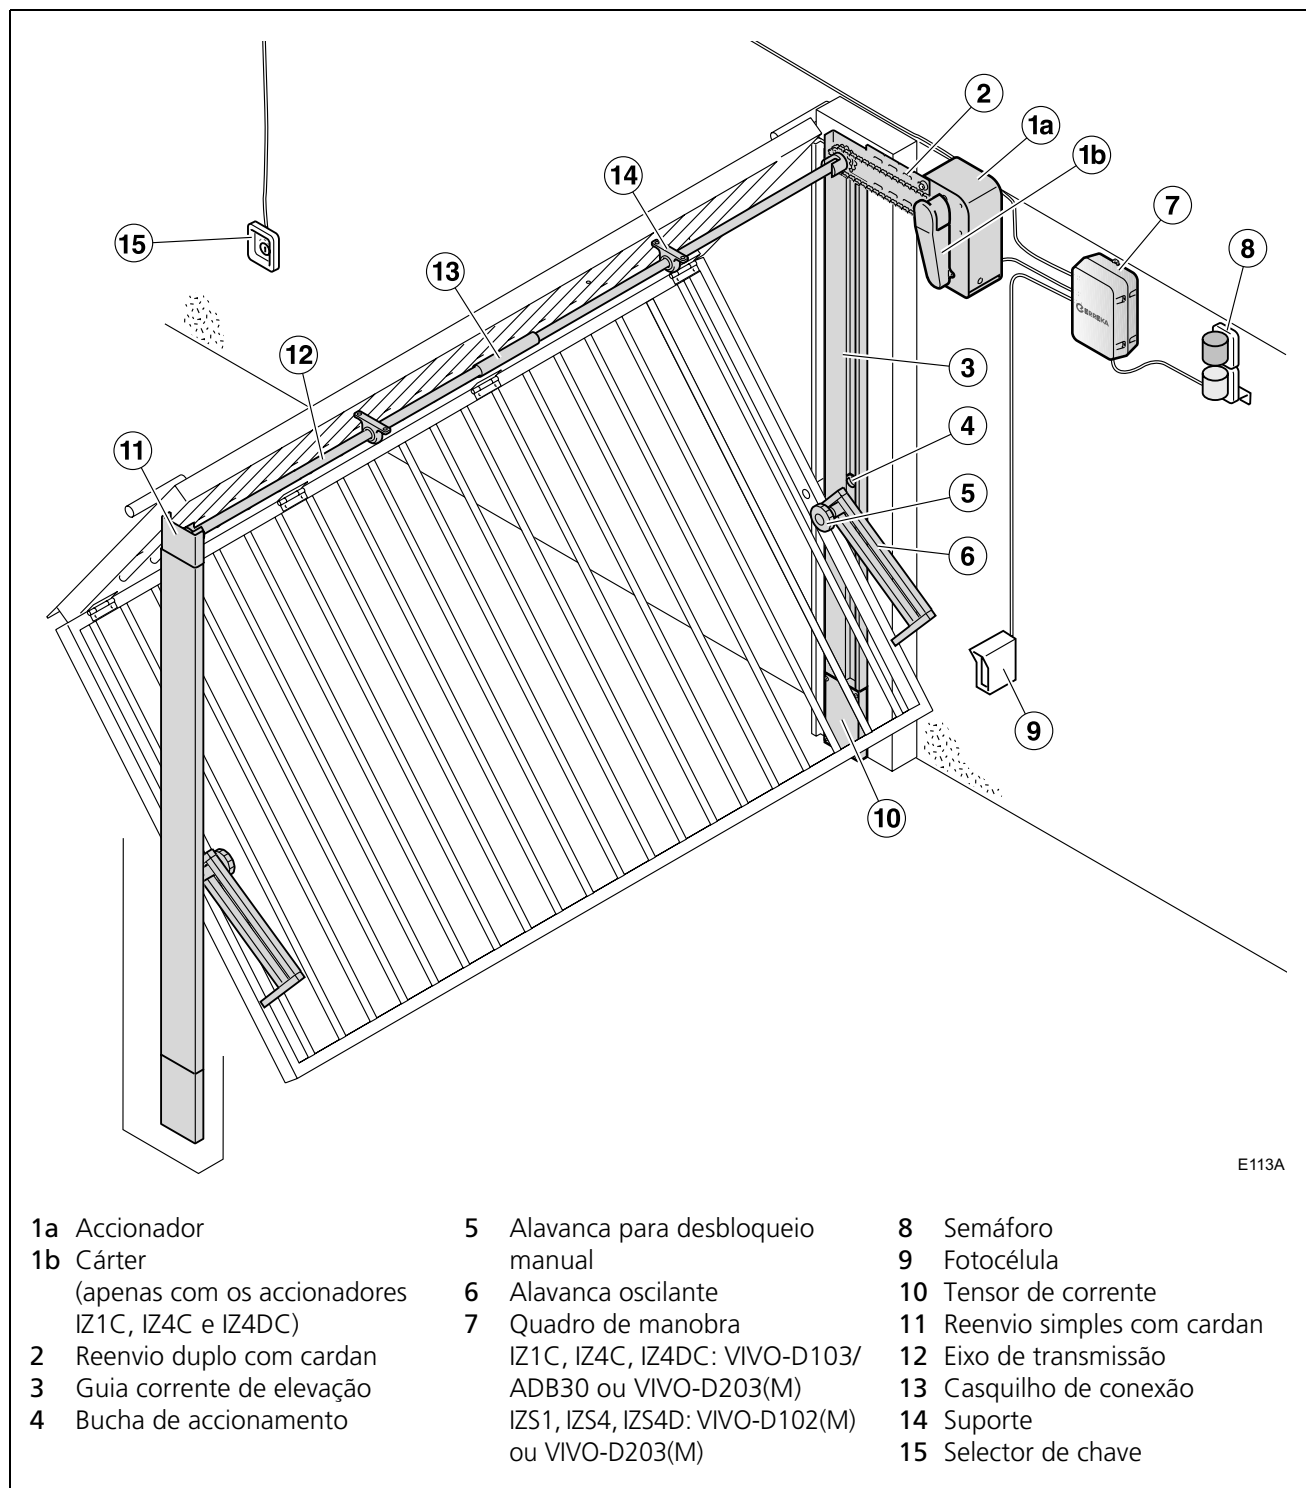
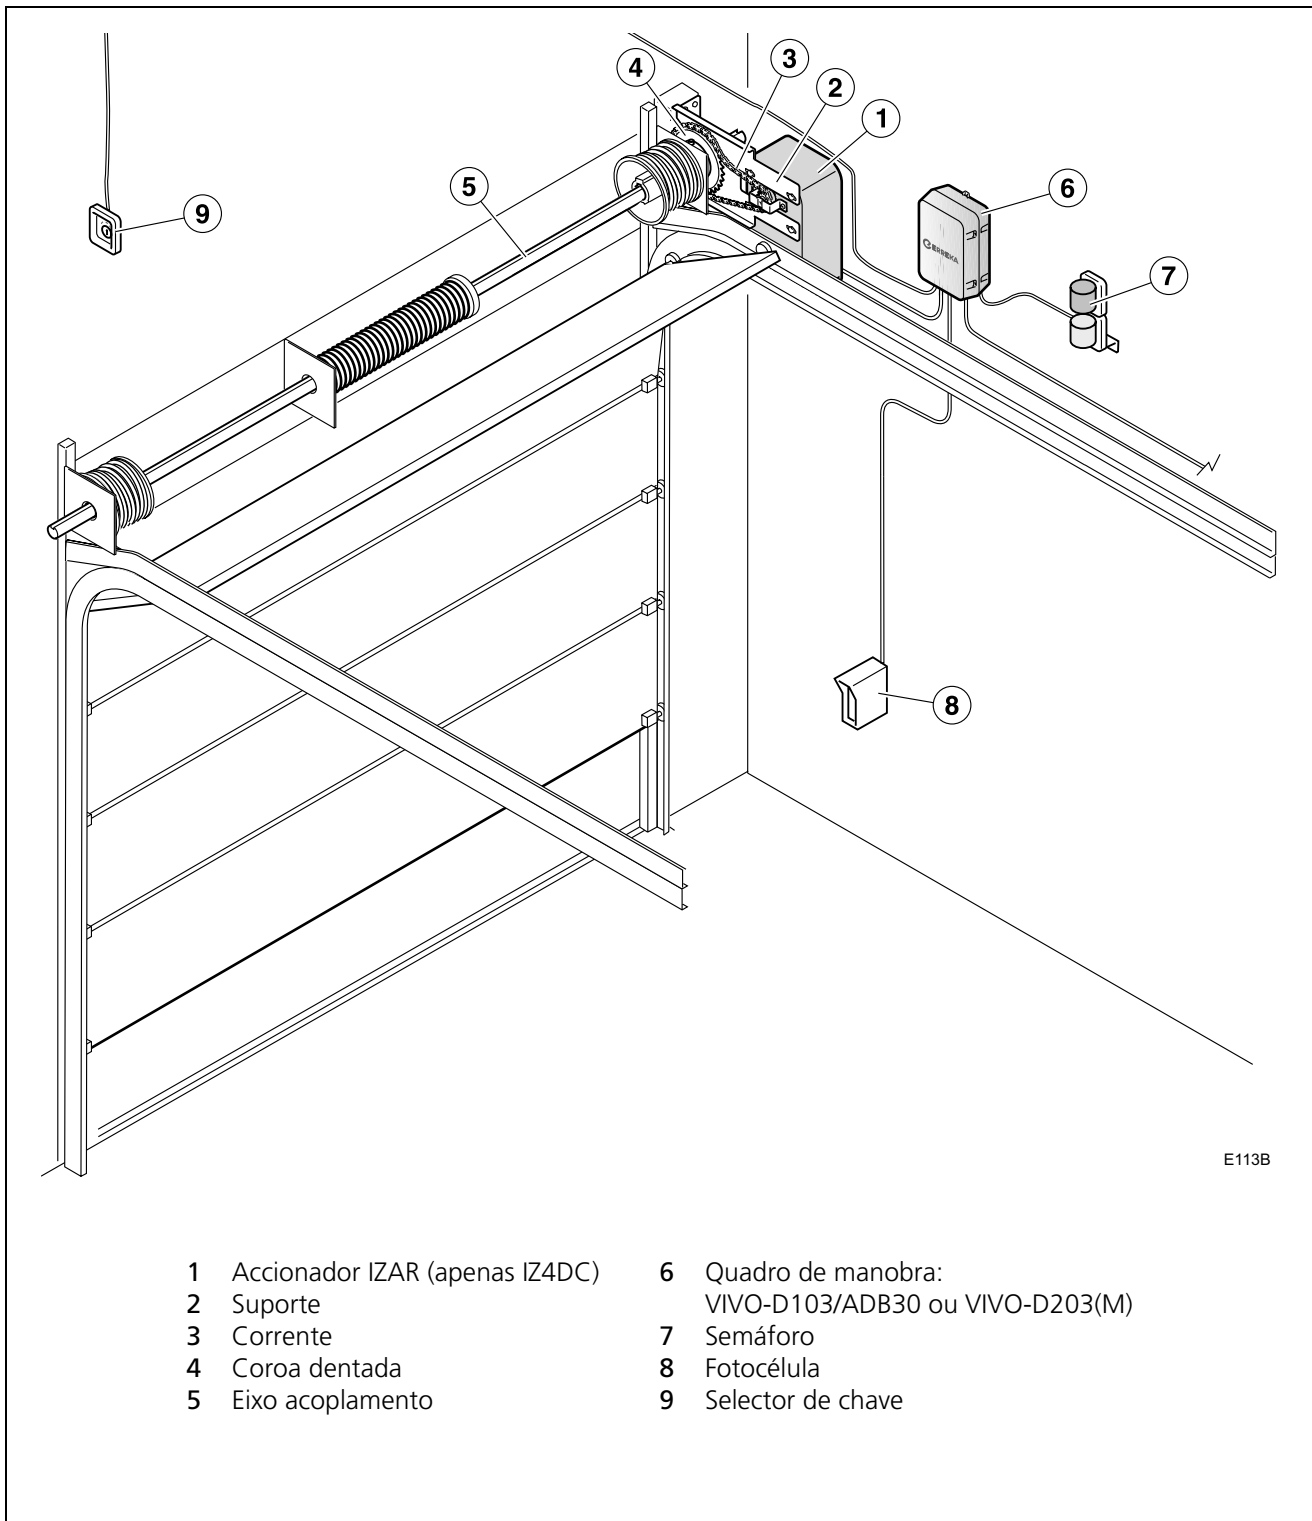

Fig. 1 Elementos da instalação completa (porta basculante)
Fig. 2 Elementos da instalação completa (porta seccional)
ℹ Para mais informações, ver “Fig. 1 Elementos da instalação completa (porta basculante)” na página 64 e “Fig. 2 Elementos da instalação completa (porta seccional)” na página 65.
- 2 Verifique se o conteúdo do pacote está completo. Deve incluir o accionador (1a) e, nos accionadores IZ1C, IZ4C e IZ4DC, o cárter (1b) (ver “Fig. 1 Elementos da instalação completa (porta basculante)” na página 64). Os restantes elementos são fornecidos separadamente.